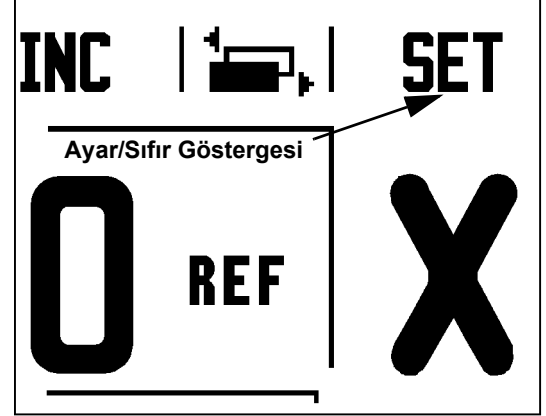

Fig. I.18 Sayfa Göstergesi ve Ayar Sıfır Göstergesi
**AYAR/SIFIR** ekran tuşu, bir Eksen tuşuna basıldığında ne olacağını belirleyen tuştur. Bu tuş, Ayarlama ve Sıfırlama işlevleri arasında geçiş yapan bir geçiş tuşudur. Geçerli durum Durum Çubuğunda gösterilir. Bkz: Fig. I.18